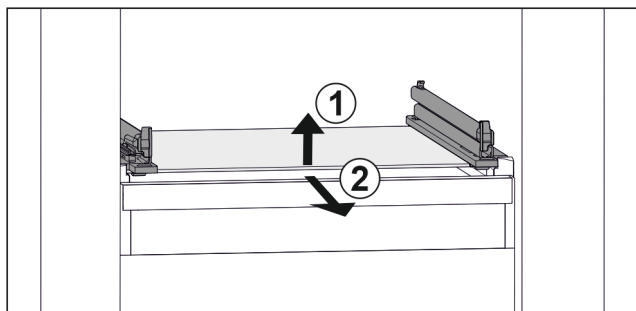

Fig. 36 Příklad znázornění skleněné desky
- Nadzvedněte skleněnou desku vpředu. Fig. 36 (1)
- Vyjměte skleněnou desku dopředu. Fig. 36 (2)